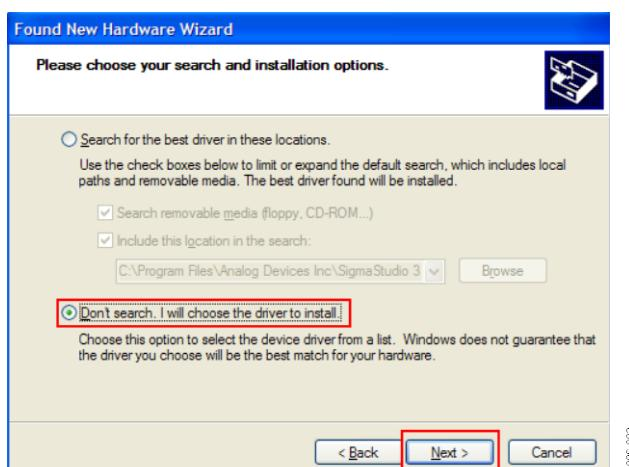

図 3.インストールするドライバの選択
3. **Don't search. I will choose the driver to install** を選択し、**Next** をクリックします(図 3 参照)。